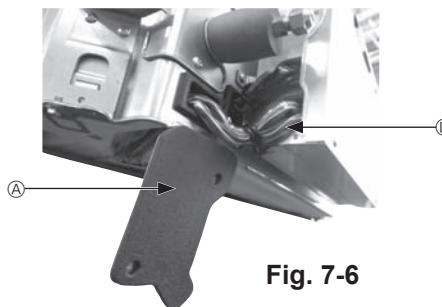

Fig. 7-6
- ① Retire los dos tornillos que sujetan la cubierta de alambre de la unidad principal, y luego abra la cubierta.
- ② Pase los cables del sensor i-See y del receptor de señales por las entradas de cable de la caja de componentes eléctricos, tal como se muestra en el diagrama y alrededor de los casquillos del lado de la unidad principal. (Fig. 7-6)